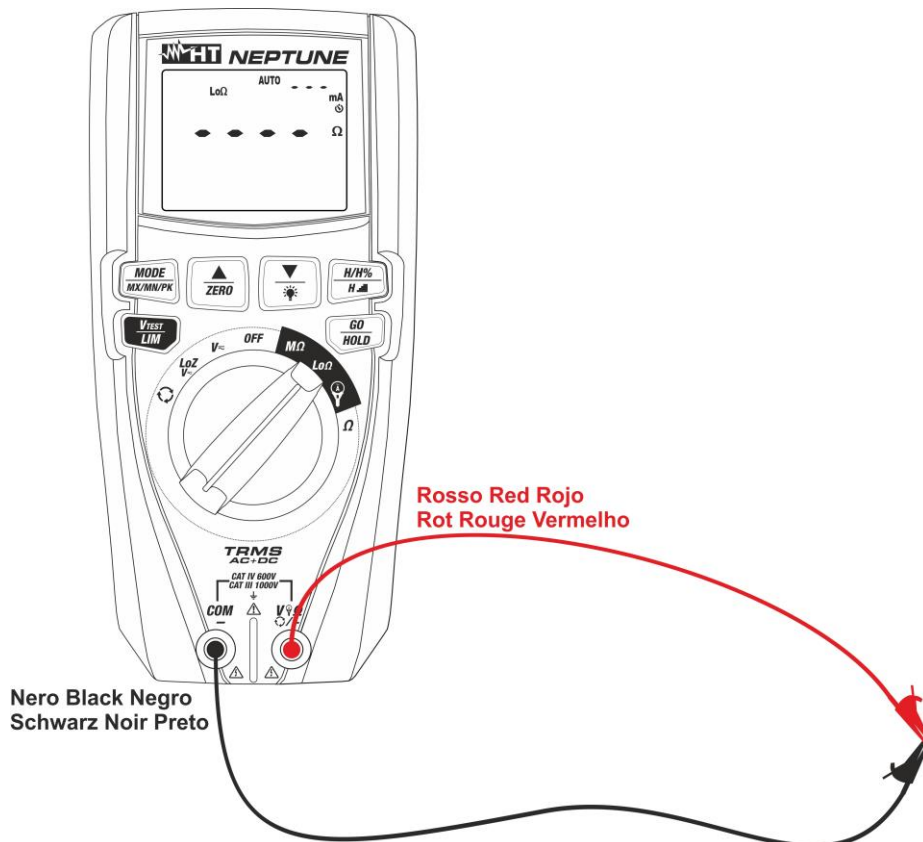

Fig. 32: Conexión de los cables en función compensación
2. Inserte los cables de medida en los terminales de entrada **V Ω /+** y **COM/-**, conecte los terminales de cocodrilo y cortocircuite los extremos de los cables entre sí (ver la Fig. 32)